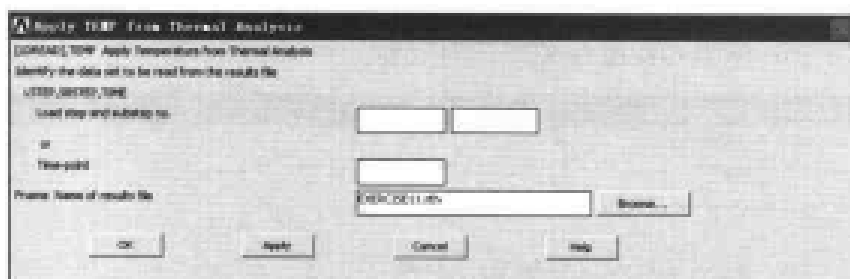

图 13-16 从热分析结果中读取温度载荷
(3) 选择 Main Menu | Solution | Define Loads | Apply | Structure | Temperature | From Therm Analy 命令, 出现 Apply TEMP from Thermal Analysis 对话框, 在 Fname Name of results file 文本框中输入 EXERCISE11.rth, 如图 13-16 所示, 单击 OK 按钮关闭该对话框。